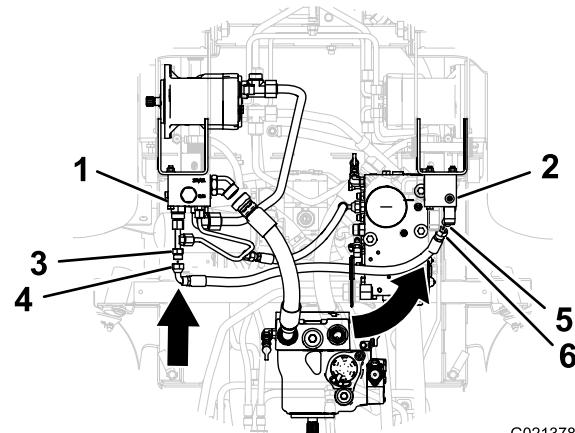

Figure 14
2. Alignez le raccord à 90° du flexible transversal sur le raccord droit fileté du raccord en T (Figure 14).
3. Alignez le raccord droit du flexible transversal sur le raccord hydraulique à 45° du collecteur de traction arrière (Figure 14).